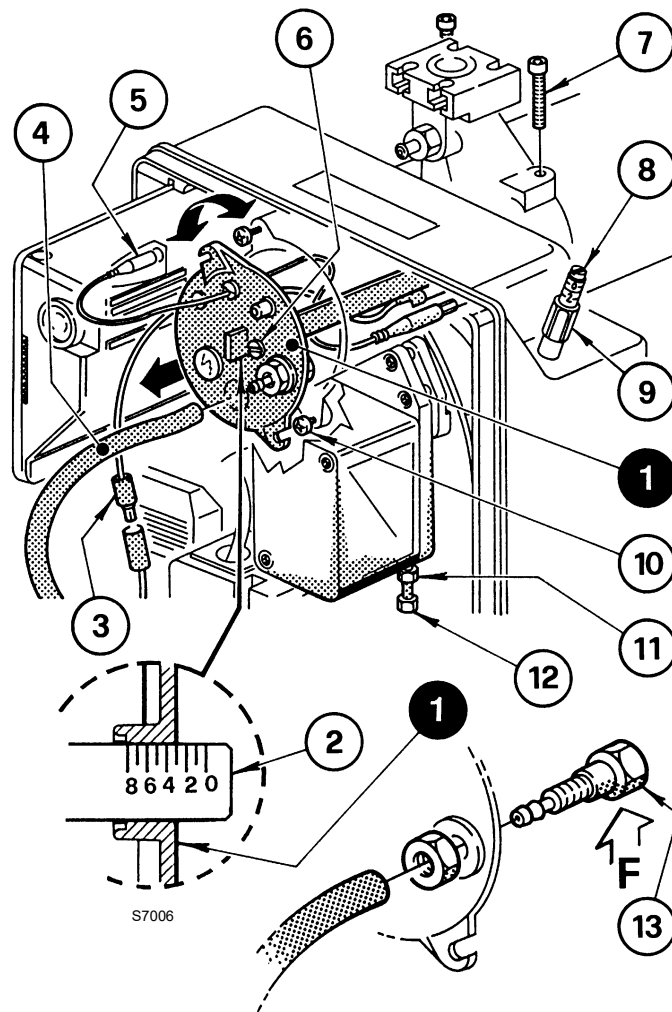

Fig. 12
Realiza-se girando no sentido horário ou anti-horário o parafuso de regulação 6)(Fig. 12) até que o entalhe inciso na haste de regulação 2) coincida com o plano exterior do conjunto cabeçal 1). Na Fig. 12, a haste de regulação do cabeçal está calibrada no entalhe 3.
- desligar as conexões 3) e 5)(Fig. 12);
- remover o tubo 4) e afrouxar os parafusos 10)(Fig. 12);
Recomenda-se não modificar a posição de regulação haste/cotovelo 2)(Fig. 12) na fase de desmontagem.
Remonte com o procedimento inverso ao indicado acima, recolocando o conjunto do cabeçal 1)(Fig. 12) como indicado no começo.
Aperte completamente os parafusos 7)(Fig. 12), sem bloqueá-los totalmente. bloqueie-os com um torque de aperto de 3 ÷ 4 Nm.
Se a tomada de pressão 13)(Fig. 12) acidentalmente se afrouxar, recomenda-se a fixação correta, certificando-se de que o furo (F) localizado na parte interna do grupo do cabeçal 1)(Fig. 12) esteja voltado para baixo.